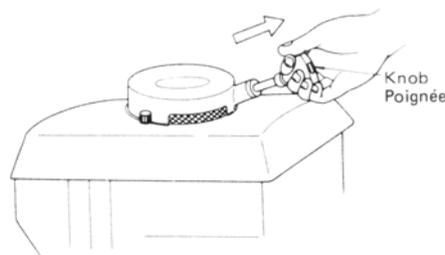

Fig. 10
- 6) Vigorously pull the recoil starter knob from the point where you may feel it heavy. (Fig. 10)
- 6) Tirer vigoureusement sur la poignée du démarreur à rappel automatique à partir de l'endroit où l'on ressent une résistance. (Fig. 10)